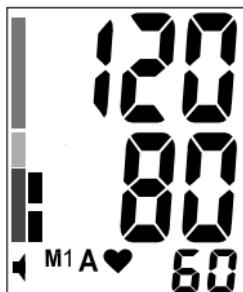

РИС.11
3. Просмотреть содержимое памяти прибора Вы можете, нажав кнопку M1 или M2. При первом нажатии кнопки M1 (или M2) на экране появится среднее значение 3-х последних измерений, сохраненных в память M1 (или M2), обозначенная символом «A» (рис. 11).